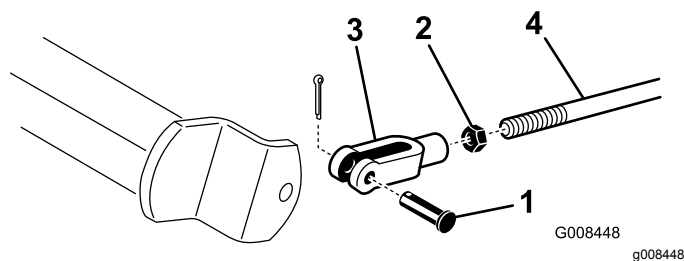

Figura 47
2. Se os travões não bloquearem de forma idêntica, desengate as barras dos travões, retirando o respetivo contrapino e passador de forquilha (Figura 47).
3. Liberte a porca de bloqueio e efetue o ajuste do passador de forquilha (Figura 47).
4. Monte o passador de forquilha no eixo do travão (Figura 47).